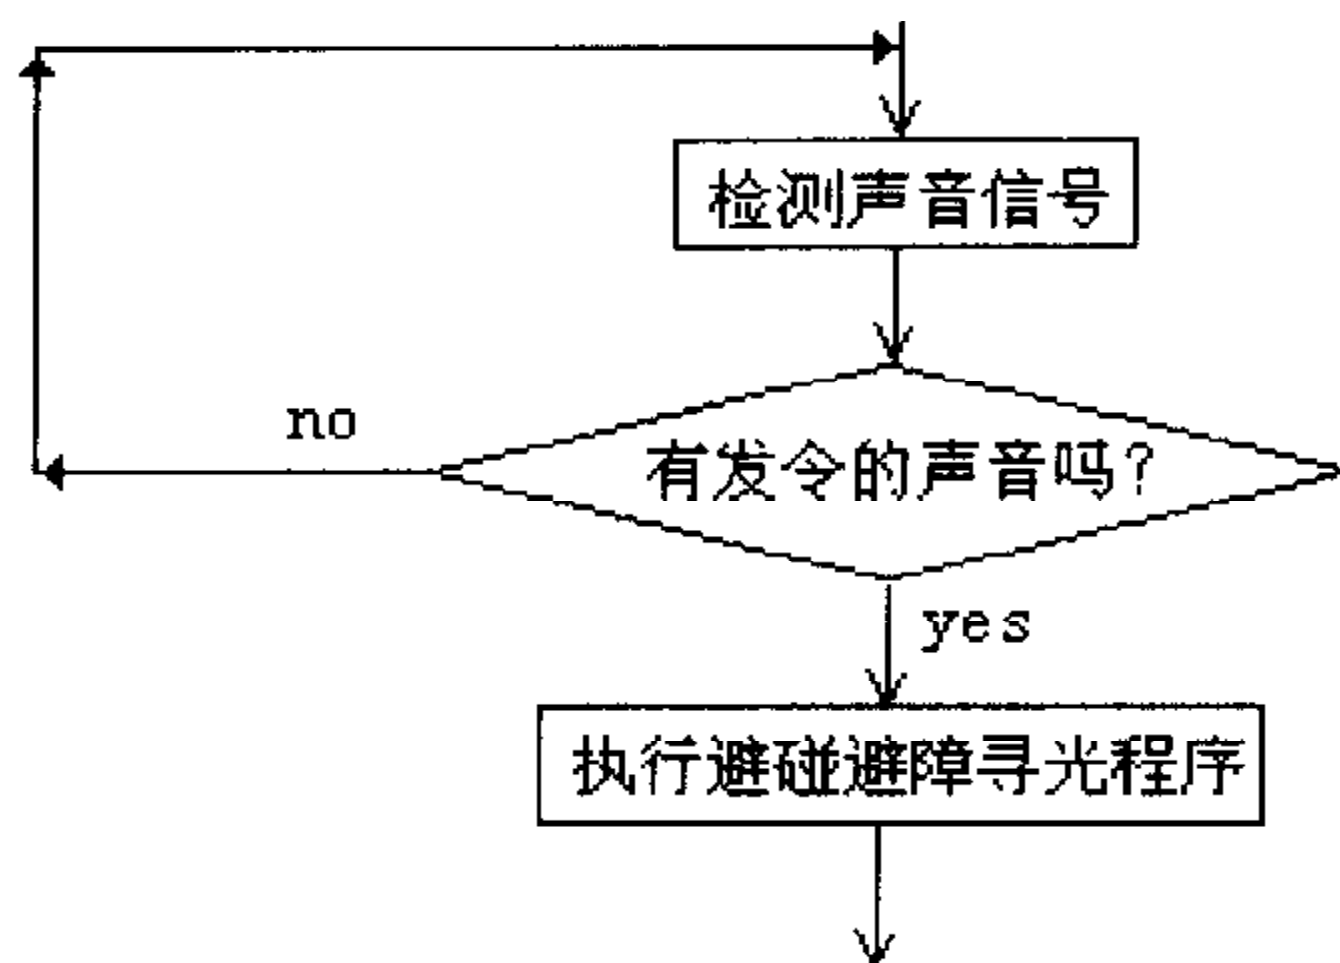

图 3.18 声音检测流程图
1. 思路：在“避碰避障寻光”程序前加上一个声音检测程序，如图 3.18 所示。